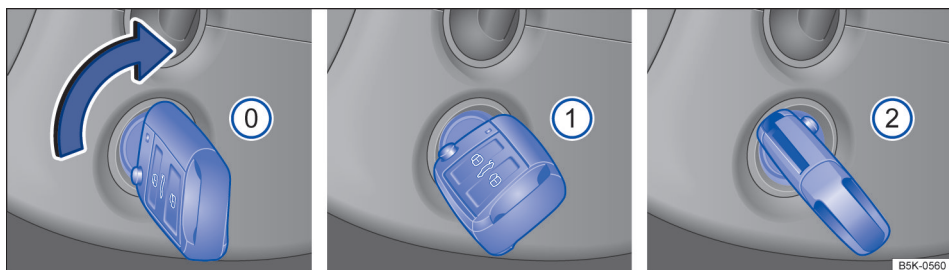

Fig. 102 Ao lado do volante à direita: posições da chave do veículo no cilindro da ignição.
Posições da chave do veículo → Fig. 102
- 2 Pisar no pedal do freio quando a luz de controle  estiver acesa em verde. Estabelecer a prontidão para condução. Quando a prontidão para condução estiver estabelecida, soltar a chave do veículo. Ao soltar, a chave do veículo retorna à posição → Fig. 102 1.